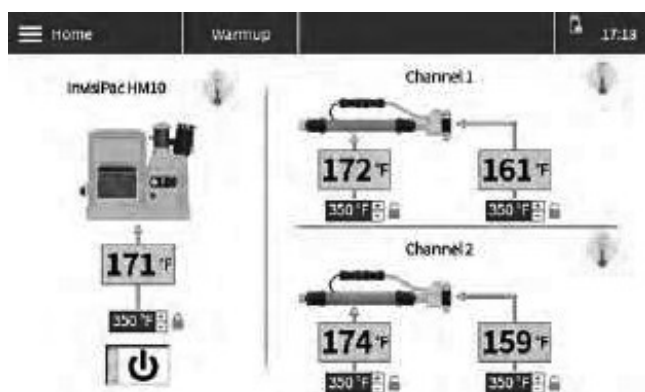

FIG. 19: Pantalla de inicio de precalentamiento del sistema
7. Pulse el botón de encendido/apagado de la pantalla de inicio del ADM para que el sistema empiece a precalentarse. Consulte la FIG. 19.